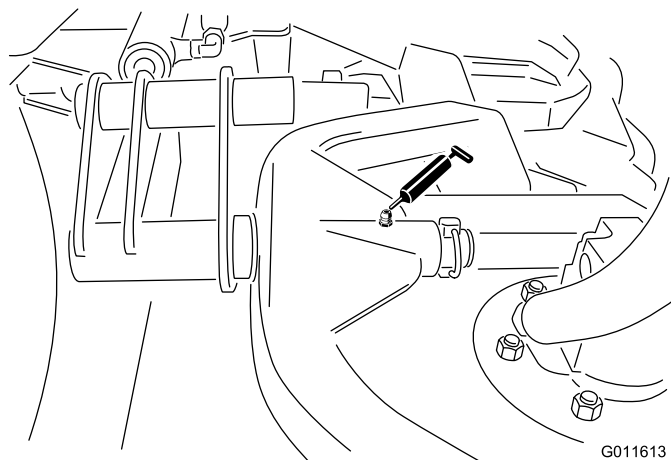

Figura 31
- Perno del telaio portante degli elementi di taglio (1 cad.) (Figura 31)